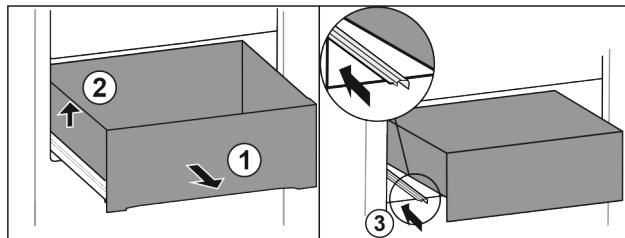

Fig. 17
- Izvadite ladicu do graničnika. Fig. 17 (1)
- Podignite ladicu lijevo. Fig. 17 (2)
- Gurnite lijevu vodilicu. Fig. 17 (3)